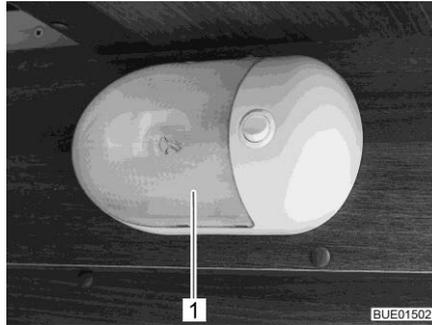

Fig. 195 Lámpara de montaje en superficie
- Comprimir la cubierta transparente (Fig. 195,1) con precaución de ambos lados, retirarla ligeramente del interruptor y quitarla hacia delante.